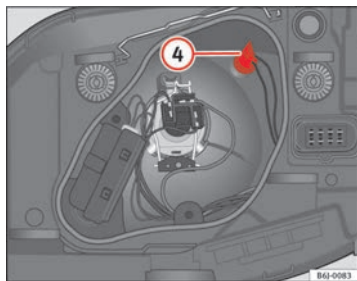

Fig. 144 Luz de población
- Extraiga el portalámparas ④ ⇒ fig. 144 hacia fuera.